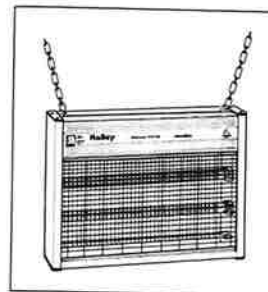

Fig. 1
1. Fjern skruerne og de små, sorte dæksler (se fig. 1) og træk derefter siderkærmene væk.